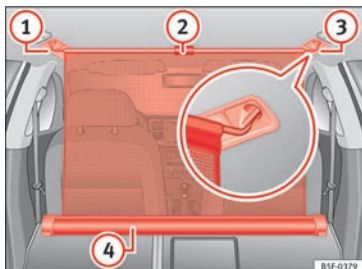

Fig. 168 I bagagerummet: monteret netskillevæg ved fremklappet bagsæderyglæn
- Træk tappen » Fig. 168 ② opad for at tage netskillevæggen ud af huset » Fig. 168 ④.
- Hægt netskillevæggen fast i højre side » Fig. 168 ③ (udsnit).
- Hægt netskillevæggen fast i holderen i venstre side » Fig. 168 ① ved at trække i stangen.
Netskillevæggen er monteret korrekt, når de T-formede ender er fastgjort korrekt i de pågældende holdere » Fig. 168 ③ og ①.
- Rul netskillevæggen ind i huset » Fig. 168 ④ ved at rulle den nedad med hånden.